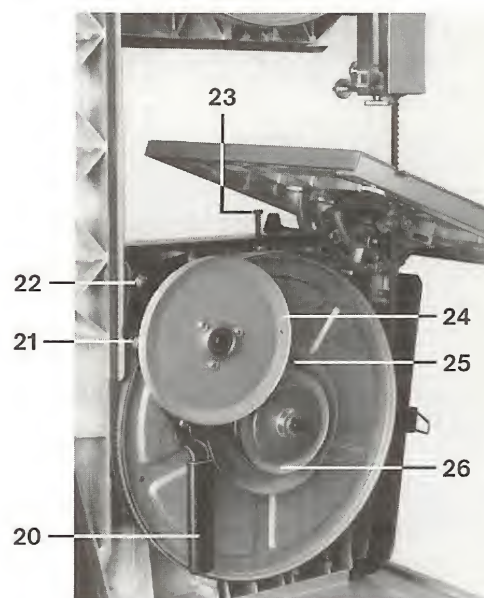

Bild 3
Auf der Stellung »0°« muß die Tischplatte senkrecht zum Bandsägeblatt stehen. Wenn diese Einstellung einmal nicht stimmen sollte, kann man sie mit der Sechskantschraube (23) (Bild 3) korrigieren. Dazu die Kontermutter der Schraube lösen, die Schraube entsprechend weiter eindrehen oder herausdrehen und mit der Kontermutter sichern.